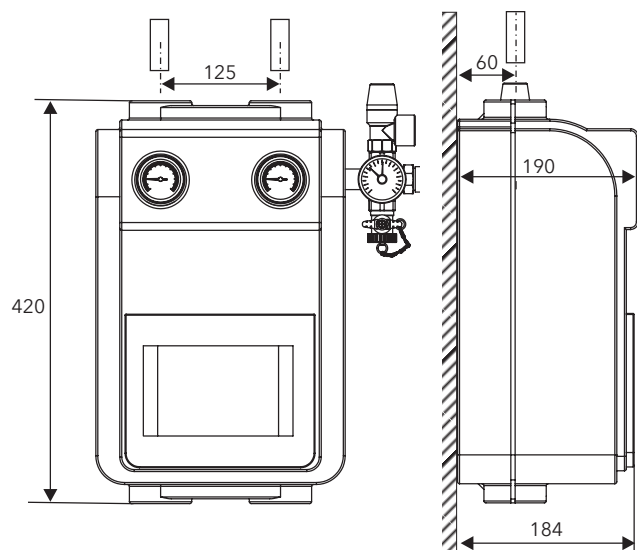
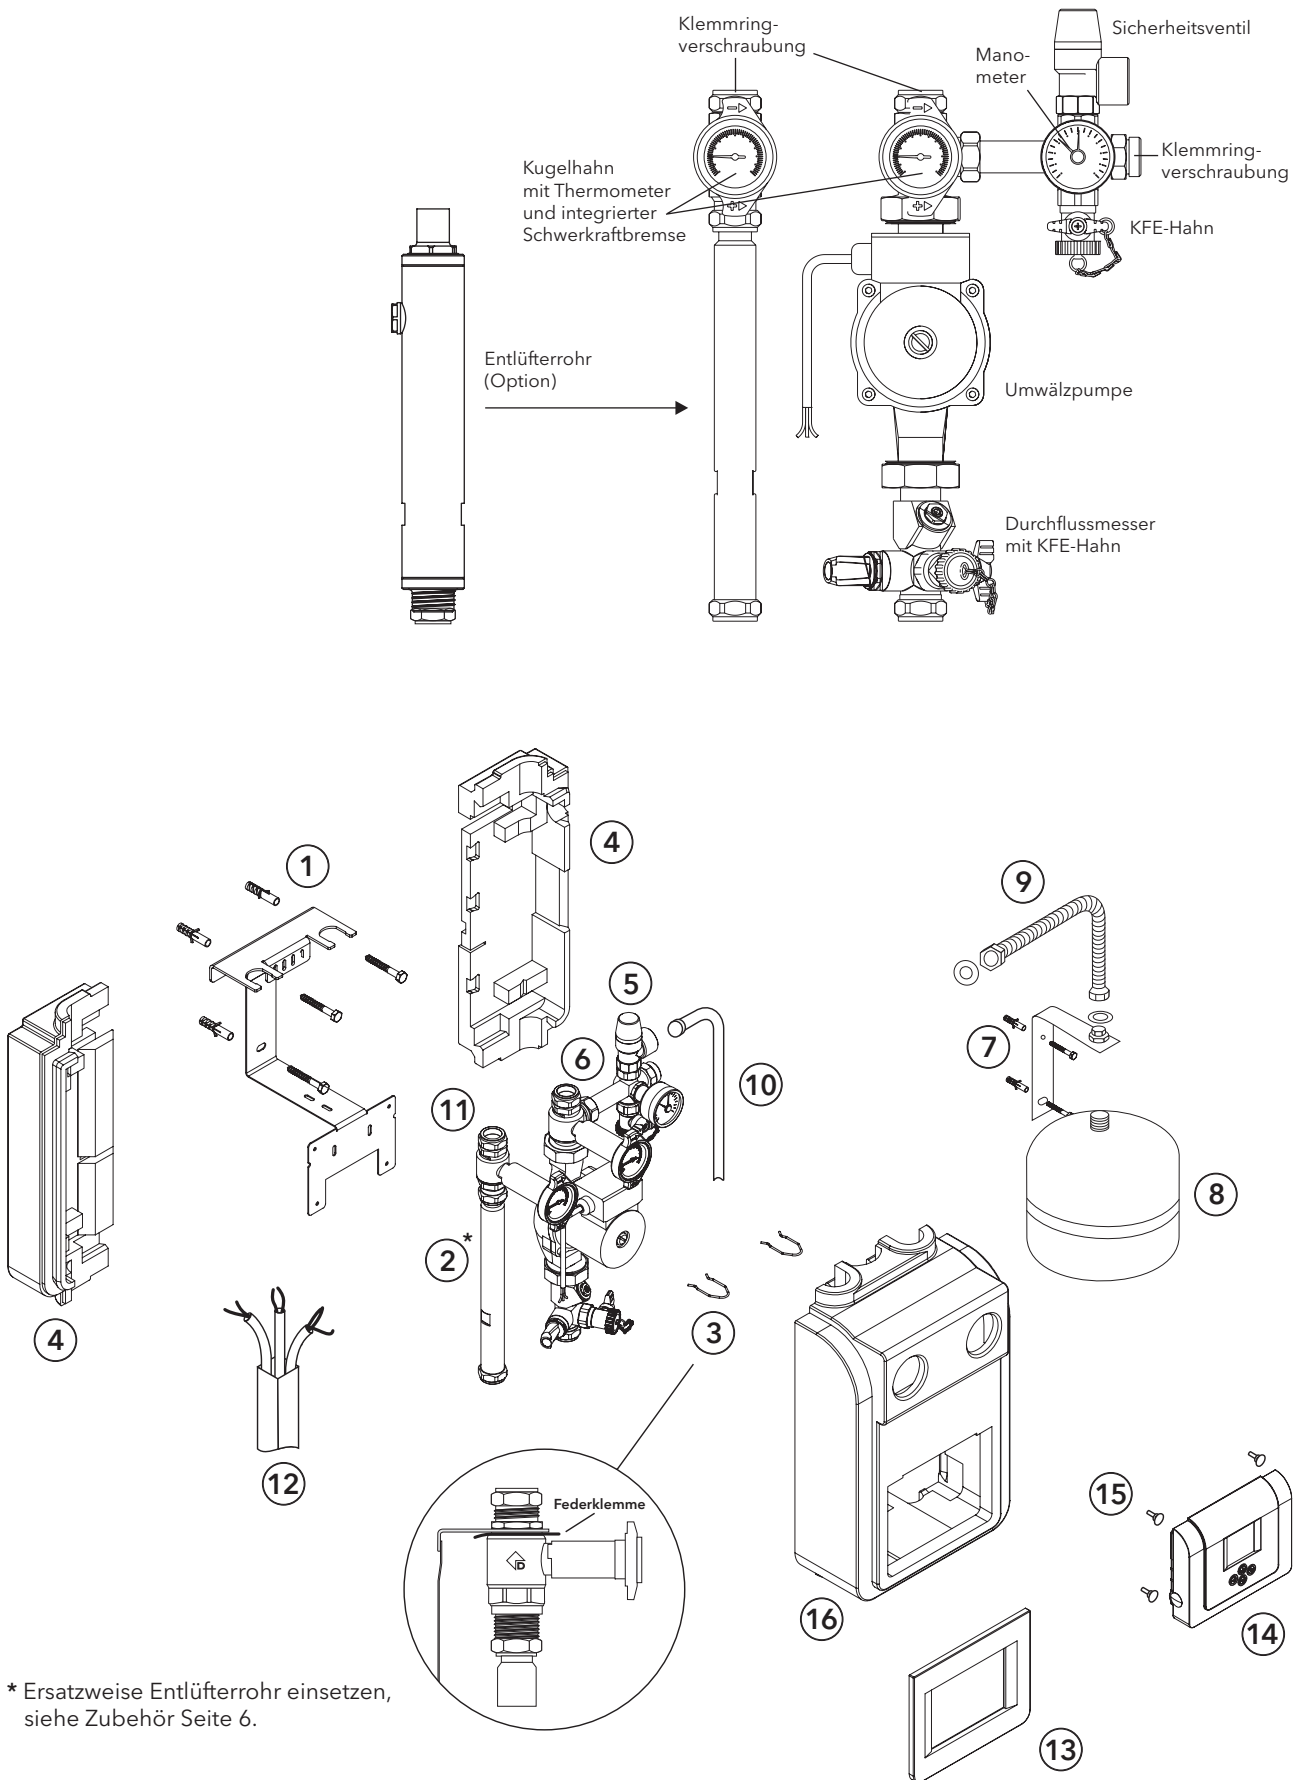

Bild 3 CIRCO 5 Vorder- und Seitenansicht in mm
Bild 4 CIRCO 5 Solarkeisstation und ihre Bauteile (Nummerierung siehe Zahlen in Klammern bei den Montageschritten)
- Wandhalter (1), s. Bild 4, an der vorgesehenen Fläche mit einer Wasserwaage ausrichten, die 3 Bohrungen anzeichnen, bohren und mit den beiliegenden Dübeln und Schrauben befestigen.
- Die beiden Armaturenstränge (2 + 6) in die vorgesehenen Aussparungen des Wandhalters aufchieben und mit den beiden Federklemmen (3) unterhalb des Halteblechs sichern.
- Die beiden rückseitigen Isolierhälften (4) mit den Aussparungen auf dem Wandhalter dicht zusammenschieben.
- Die Sicherheitsarmaturen (5) mit der beiliegenden 3/4"-Dichtung an den freien Abgang der Rücklaufarmatur (6) mit Maulschlüssel SW30 anschliessen. Beim Festziehen der Klemmringverschraubungen gegenhalten, da sich sonst Dichtstellen lösen oder Teile beschädigt werden können.
- Den Wandhalter (7) für das Ausdehnungsgefäß (8) rechts neben den Sicherheitsarmaturen mit den beiliegenden Dübeln und Schrauben befestigen. Länge des 3/4" Wellenschlauches (9) berücksichtigen. 35l- und 50l-Ausdehnungsgefäße werden mit einem speziellen Wandhalter befestigt.
- Abblaseleitung (10) am Sicherheitsventil installieren und leeren DC20-Kanister zum Auffangen austretender Solarflüssigkeit unterstellen.
- Der Anschluss an den Solarkreis (Rohrabstand s. Bild 3) wird mit den Klemmringverschraubungen 18 oder 22 mm (Bild 6) der Solarkreisstation ausgeführt (11). Zunächst Rohre gerade abtrennen und gratfrei bis zum Anschlag in die Verschraubung einschieben und mit Maulschlüsseln (SW32) verschrauben - ein Zeichen, das er richtig wirkt. Danach zu Ende festziehen. Die 18mm-Klemmring-Reduzierung nicht einlöten.